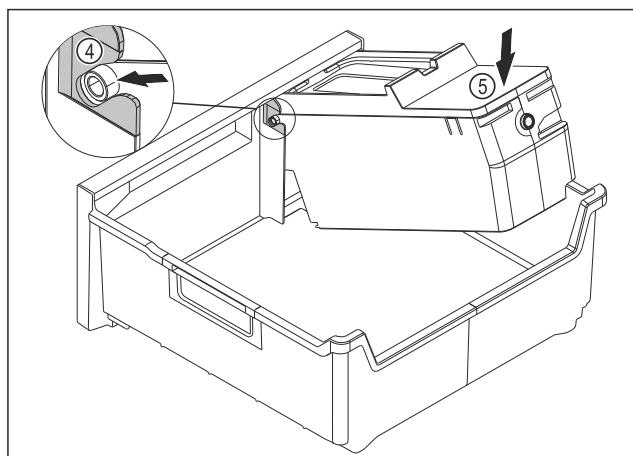

Fig. 80
- Встановіть корпус EasyTwist-Ice: Вставте осі корпусу EasyTwist-Ice в напрямні Fig. 80 (4).
- Натисніть на корпус EasyTwist-Ice Fig. 80 (5) ззаду вниз.